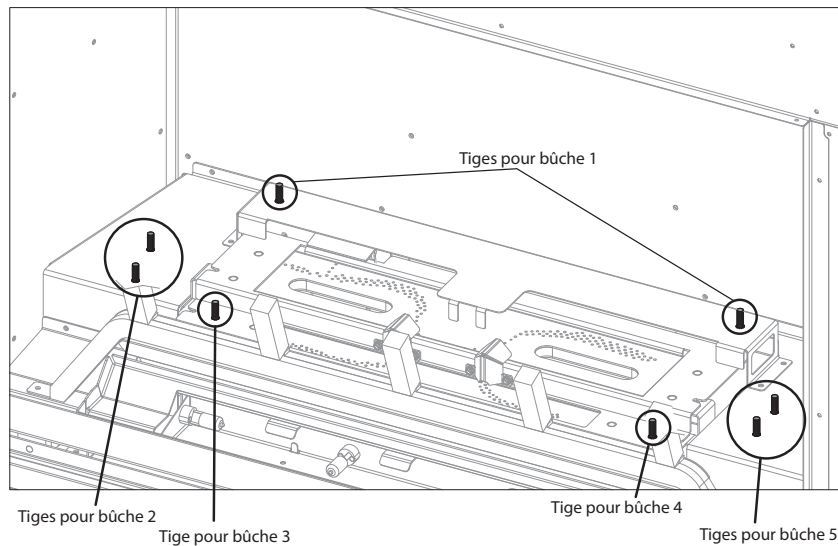

FIGURE 8.6 Emplacement des tiges de position du brûleur et des brides appui-bûche
1. Alignez les trous au bas de bûche 1 avec les tiges du brûleur (FIGURE 8.6) et placez la bûche 1 à l'arrière du foyer, tel que montré à la FIGURE 8.7.
2. Alignez les trous au bas des bûches 2, 3, 4 et 5 avec les tiges de position correspondantes situées sur le brûleur (FIGURE 8.6) et fixez en place, tel que montré FIGURE 8.7.